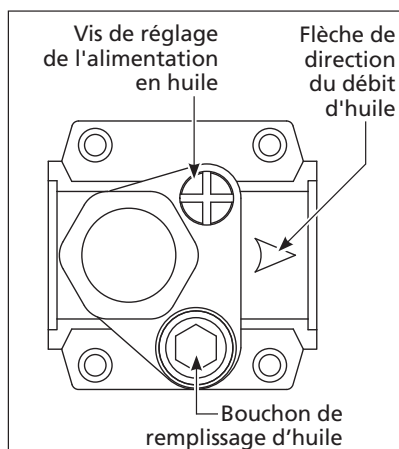

Figure 2
1. Trouver la flèche indiquant la direction du débit (Voir Figure 2, détail). Cette flèche indique la direction de la circulation d'air donc elle pointe vers la sortie.
3. Vérifier que la flèche pointe vers la sortie. (Voir la figure 2.)
4. Pour remplir le lubrificateur, fermer tout d'abord l'arrivée d'air, puis relâcher toute la pression emmagasinée. Retirer ensuite le bouchon de remplissage d'huile (voir la Figure 2). Après avoir retiré le bouchon de remplissage d'huile, verser de l'huile dans le lubrificateur puis remettre le bouchon en place. Il est également possible de retirer le bol, une fois la pression d'air relâchée. S'assurer que le bol est parfaitement serré avant de remettre l'appareil en service.